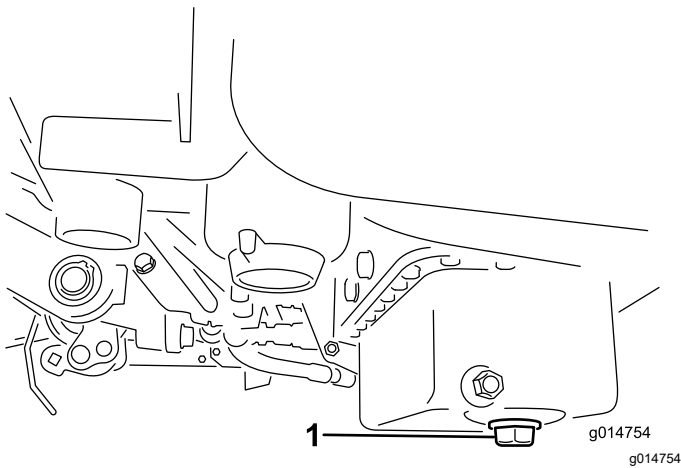

Figura 31
1. Retire el tapón de vaciado y deje fluir el aceite a un recipiente. Cuando el aceite deje de fluir, coloque el tapón de vaciado (Figura 31).